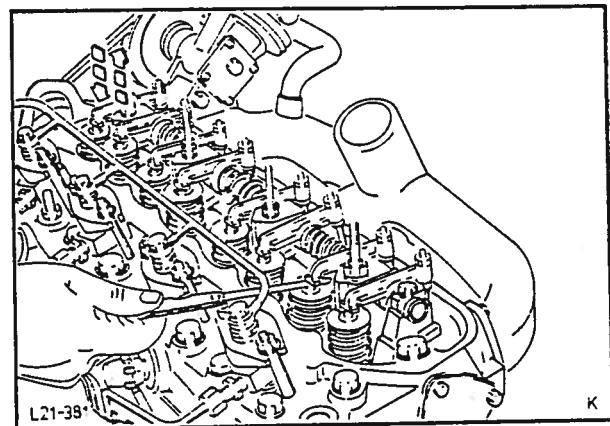

Fig. 147 Kontroll av ventilklaringer.
7. Kontroller ventilklaringene og juster hvis nødvendig (se operasjon 21 213), fig. 147.